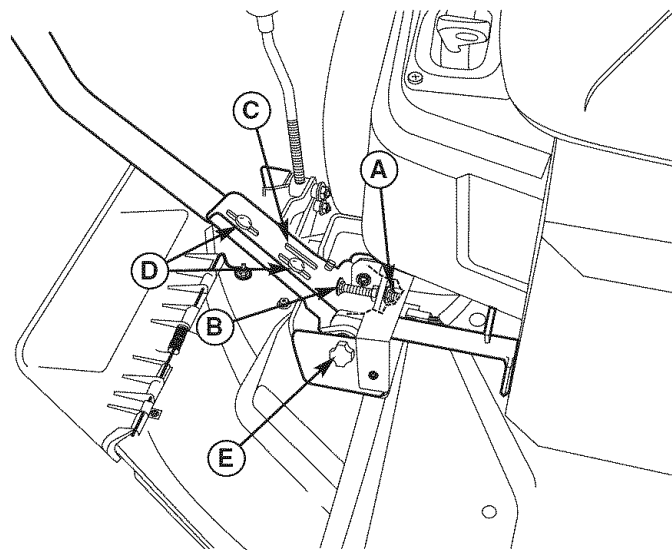

Figura 30. Ajuste de las Palancas de Control
Jale las palancas hacia adentro, encima del regazo del operador a la posición de DRIVE. Afloje los pernos de montaje (D, Figura 30) y suba o baje las palancas a la posición deseada. Apriete los pernos de montaje (D).
La brecha final de las palancas de control deben ajustarse de modo que las palancas no se toquen entre sí cuando se pongan en posición de DRIVE. Afloje la contratuerca (A, Figura 30) y ajuste la longitud del tornillo de cabeza redonda (B) de modo que las palancas no se toquen entre sí. Repita lo mismo en el lado opuesto. Apriete la contratuerca (A) para fijar el tornillo de cabeza redonda en su posición.
El espacio entre el operador y las palancas de control puede incrementarse quitando el perno de montaje más bajo (D, Figura 30), girando la palanca hacia adelante y reinstalando el tornillo de cabeza hexagonal a través de las palancas de control y la ranura delantera (C). Repita lo mismo con la palanca de velocidad.
Si el tractor vira a la derecha o a la izquierda cuando las palancas del control de velocidad están en la posición de velocidad máxima hacia adelante, la velocidad máxima de cada una de las palancas puede balancearse girando las perillas de ajuste (E, Figura 30). Gire la perilla A LA IZQUIERDA para aumentar la velocidad o A LA DERECHA para disminuir la velocidad.